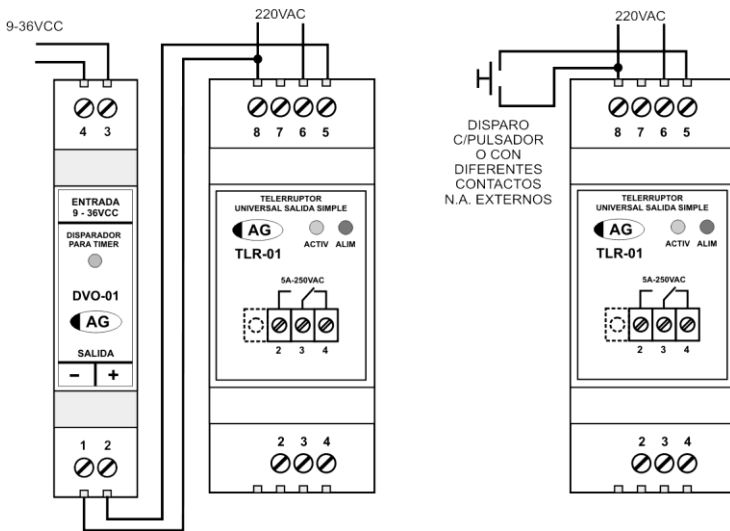

Figura 1 Disparos remotos, electrónico y con contactos N.A.
- a- **PULSADOR REMOTO:** El módulo se puede disparar conectando a los terminales 5 - 8 pulsadores o contactos N.A. externos (en paralelo) provenientes de cualquier dispositivo de control. La cantidad de contactos en paralelo es ilimitada, lo que permite el disparo desde diferentes puntos (figura 1).
- b- **DISPARO ELECTRÓNICO:** El disparo por medios electrónicos tales como optoacopladores o el módulo auxiliar DVO-01⁽¹⁾ de la línea de productos AG, permiten desvincular eléctricamente la fuente de disparo del telerruptor. Con esto se tiene una doble aislación galvánica entre los contactos de salida y la fuente de disparo. Se debe tener en cuenta la polaridad de salida en este tipo de disparadores (figura 1).